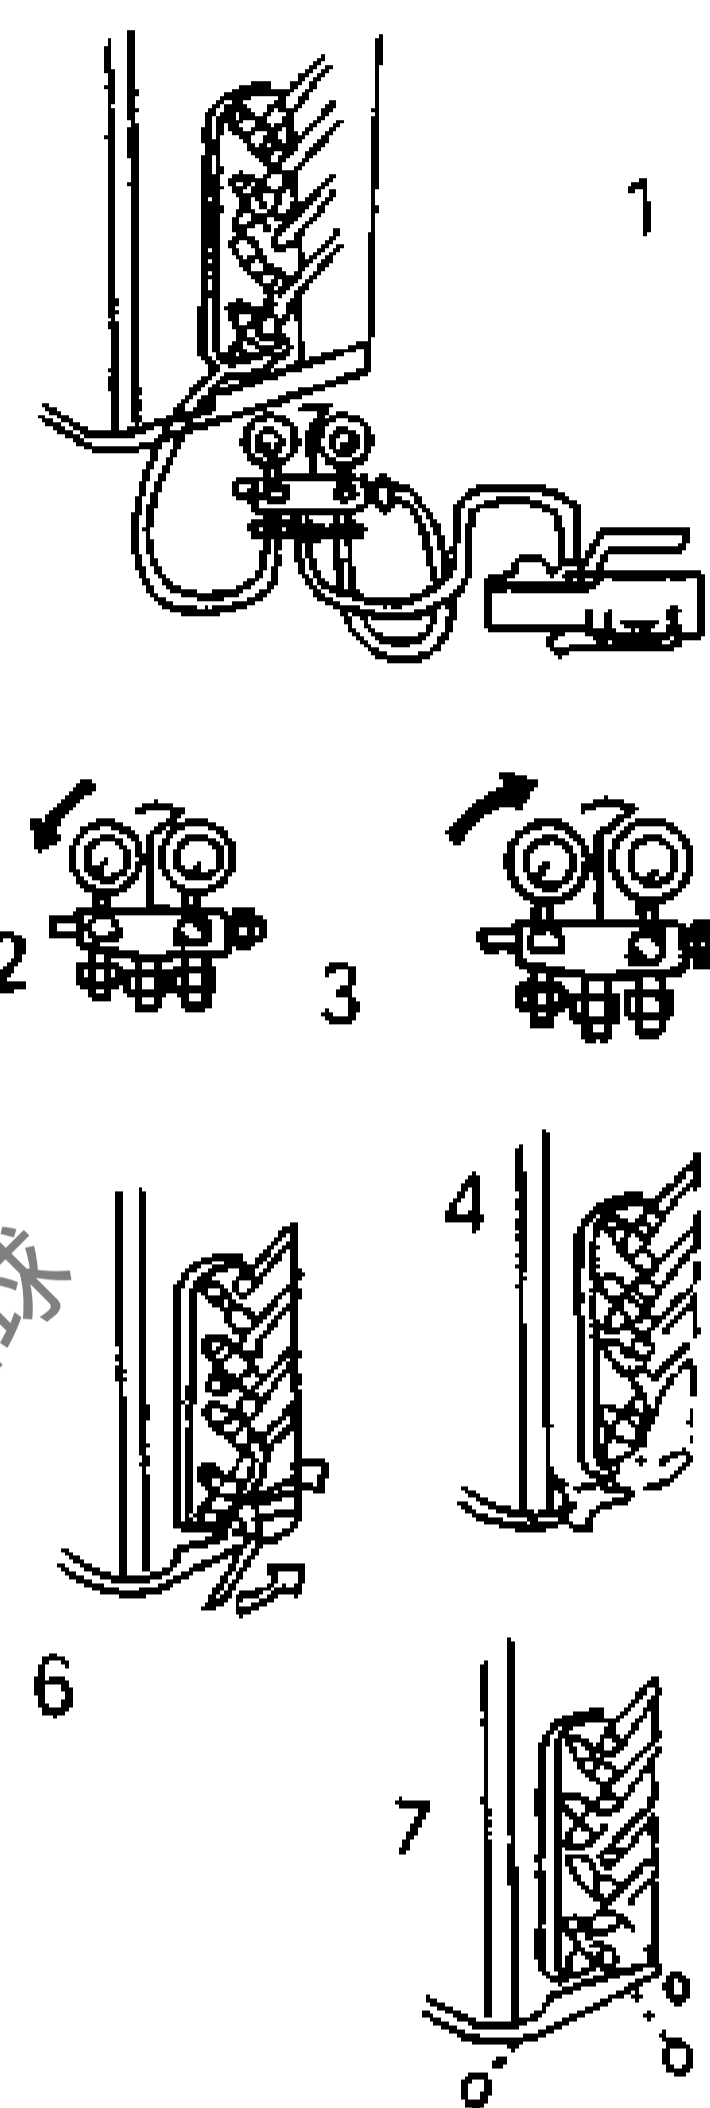

图 16-4-16
1) 取下二通阀、三通阀阀盖和三通阀的排气阀阀 (2) 盖。如图 16-4-16 所示，接好真空泵。
(2) 打开组合真空压力表的手动阀 LO，开动真空泵。
(3) 抽真空 15 分钟以上，确认低压表为 -0.1MPa (-76cmHg)。抽真空结束后，关闭手阀，停止真空泵运行 (确认指针 1-2 分钟保持不变，即使压力略有回升也要再次进行扩口加工及抽真空。)
(4) 反时针方向 90° 打开二通阀阀芯，6 秒后关闭。
(5) 用肥皂水或检漏仪检漏。气体如有泄漏须将管路连接处拧紧，再检漏，如仍有泄漏，则须从排气阀放出全部制冷剂，重新切管扩口及抽真空，然后充入等量制冷剂，重新切管扩口及抽真空，然后充入等量制冷剂，然后再检漏。
(6) 确认不漏冷媒后，从排气阀上取下真空泵，拧紧排气阀阀盖。
(7) 用同样方法对 A 室的二通阀、三通阀进行操作。
(8) 用内六角扳手打开所有的二通阀、三通阀。(反时针方向打开阀芯)
(9) 拧紧二通阀、三通阀盖。